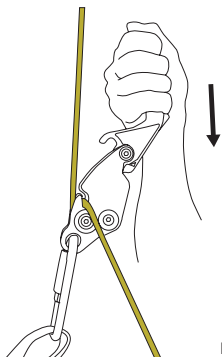

Bild 3A
6. Starta nedfirningen med hjälp av **Smartline X** (bild 3A).